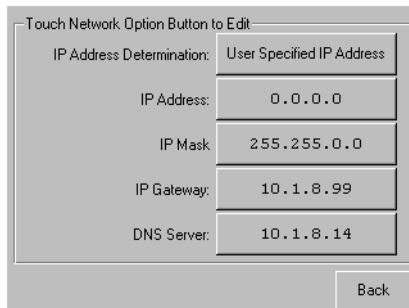

図3-11. 固定IPアドレス画面
4. 各IPアドレス オプションに触れて、キーパッドを使用して各IPアドレスを入力し[OK]に触れて戻ります（図3-11を参照）。